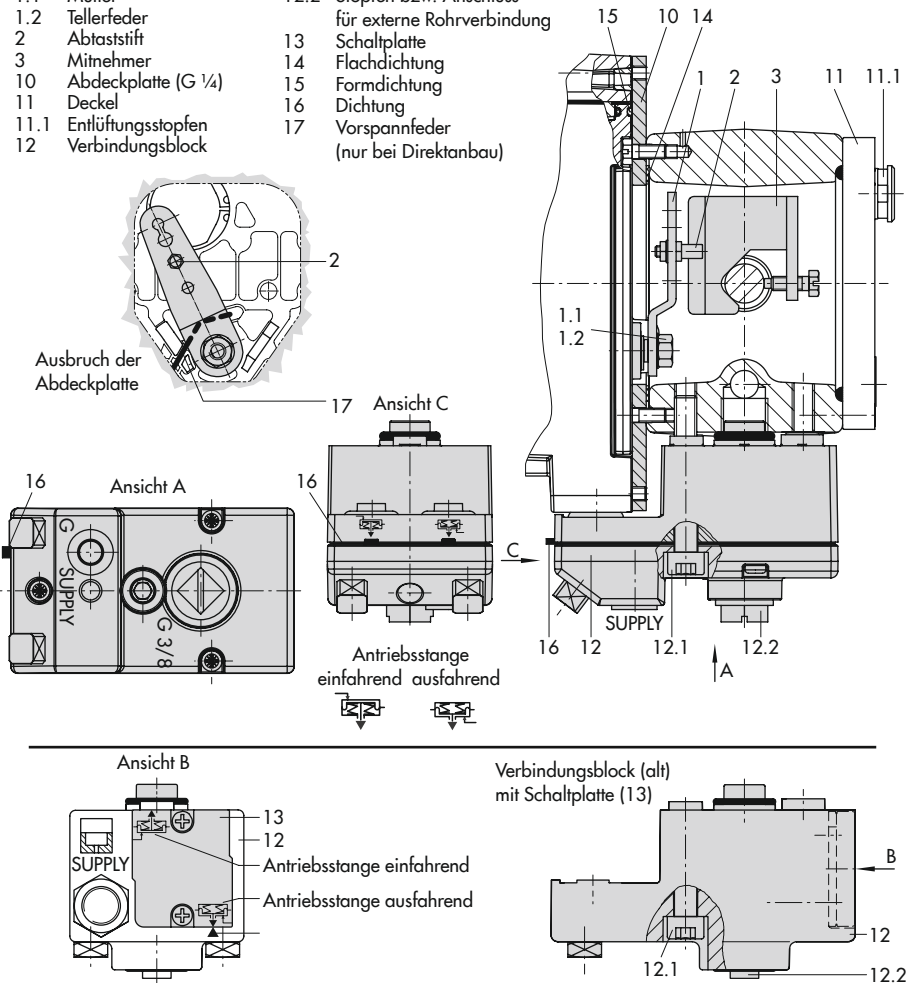

Bild 6: Direktanbau – Stelldruckanschluss für Antrieb Typ 3277 mit 175 bis 750 cm²
Den Stellungsregler wie in Bild 6 dargestellt am Joch montieren. Der Stelldruck wird über den Verbindungsblock (12) auf den Antrieb geführt, bei Sicherheitsstellung „Antriebsstange ausfahrend“ intern über eine Bohrung im Ventiljoch und bei „Antriebsstange einfahrend“ durch eine externe Rohrverbindung.
1. Mitnehmer (3) an die Antriebsstange setzen, ausrichten und so festschrauben, dass die Befestigungsschraube in der Nut der Antriebsstange sitzt.
2. Abdeckplatte (10) mit schmaler Seite des Ausbruchs (Bild 6 links) in Richtung zum Stelldruckanschluss befestigen, die auf-
4. Formdichtung (15) in die Nut des Stellungsreglergehäuses einlegen, dabei die vier Haltenippel über die Gehäuseschrauben und die beiden Klemmnippel in die Gehäuseaussparungen drücken.
5. Vorspannfeder (17) unter den Hebel (1) durch den Steg führen und in die Gehäusebohrung einstecken, Hebel (1) bis zum Einrasten gegen den Anschlag drücken. Stellungsregler an der Abdeckplatte (10) aufsetzen und mit seinen drei Befestigungsschrauben festschrauben. Kontrollieren, ob der Abtaststift (2) auf der Oberseite des Mitnehmers (3) liegt. Der Hebel (1) muss mit Federkraft auf dem Mitnehmer aufliegen.
6. Kontrollieren, ob die Zunge der Dichtung (16) seitlich am Verbindungsblock so ausgerichtet ist, dass das Antriebssymbol für „Antriebsstange ausfahrend/einfahrend“ mit der Ausführung des Antriebs übereinstimmt. Andernfalls müssen die drei Befestigungsschrauben entfernt, die Deckplatte abgehoben und die Dichtung (16) um 180° gedreht wieder eingelegt werden. Beim alten Verbindungsblock (Bild 6 unten) muss die Schaltplatte (13) so gedreht werden, dass das entspre-